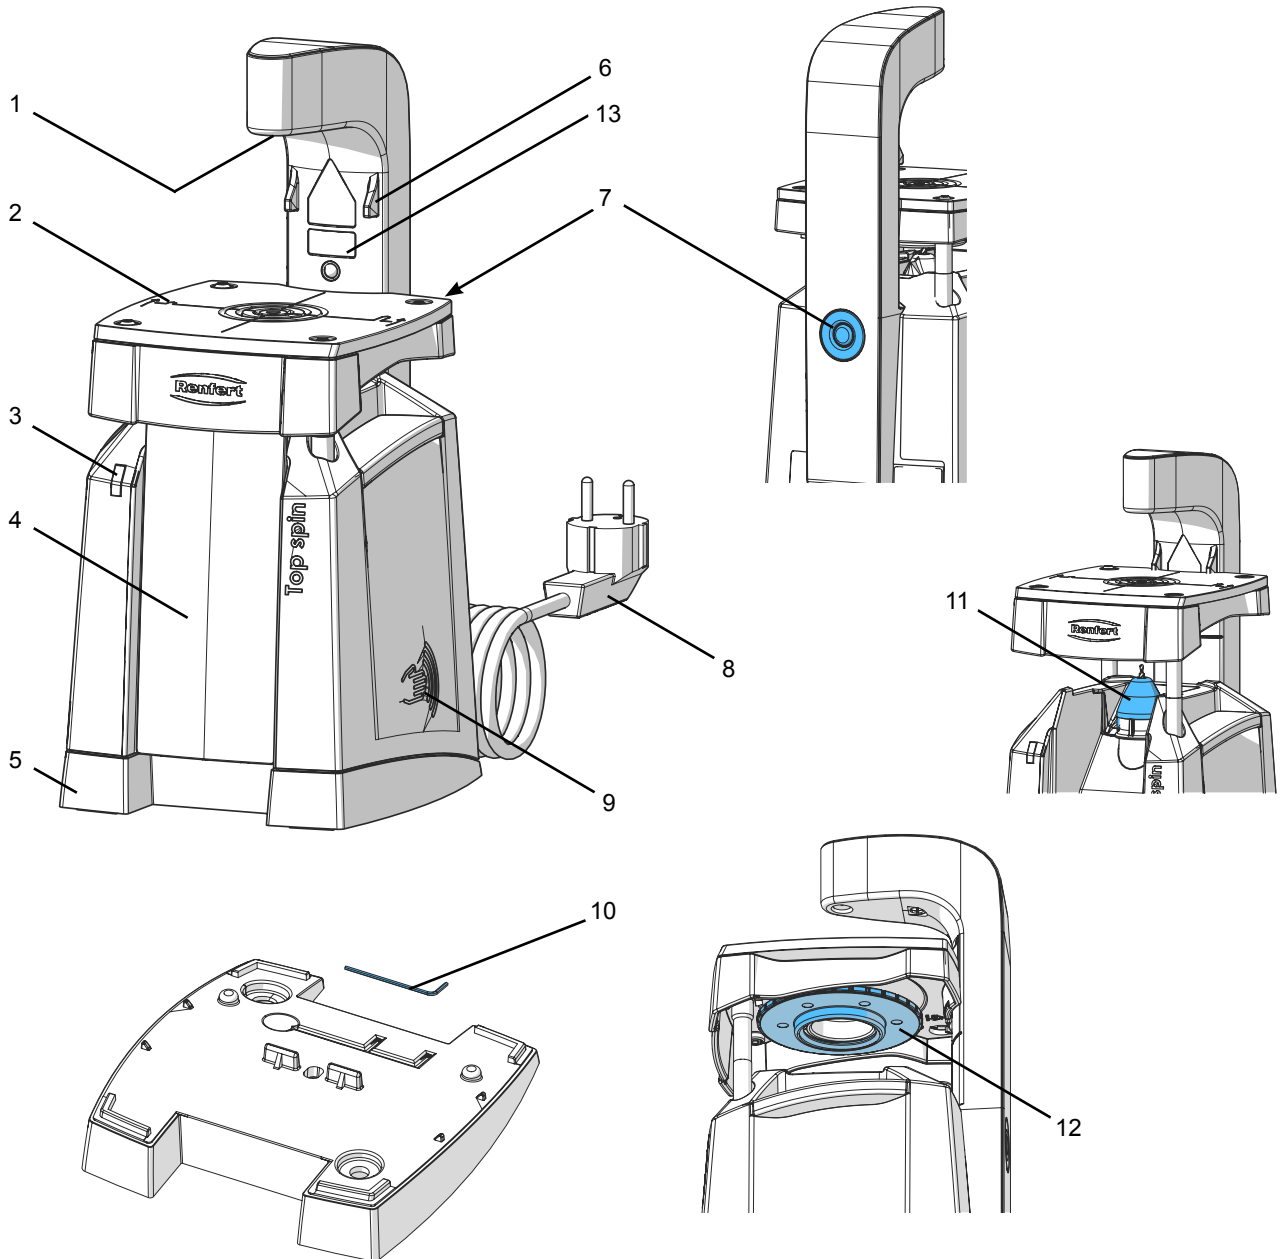

Fig. 1
- ⇒ Saque la indicación de peligro Láser que figura en su idioma nacional del juego de adhesivos y péguelo sobre la indicación de peligro actual (13, fig.1).
⇒ Colocar la corona de dientes en la mesa de perforación (2, fig. 1) y posicionar bajo el láser (1, fig. 1).